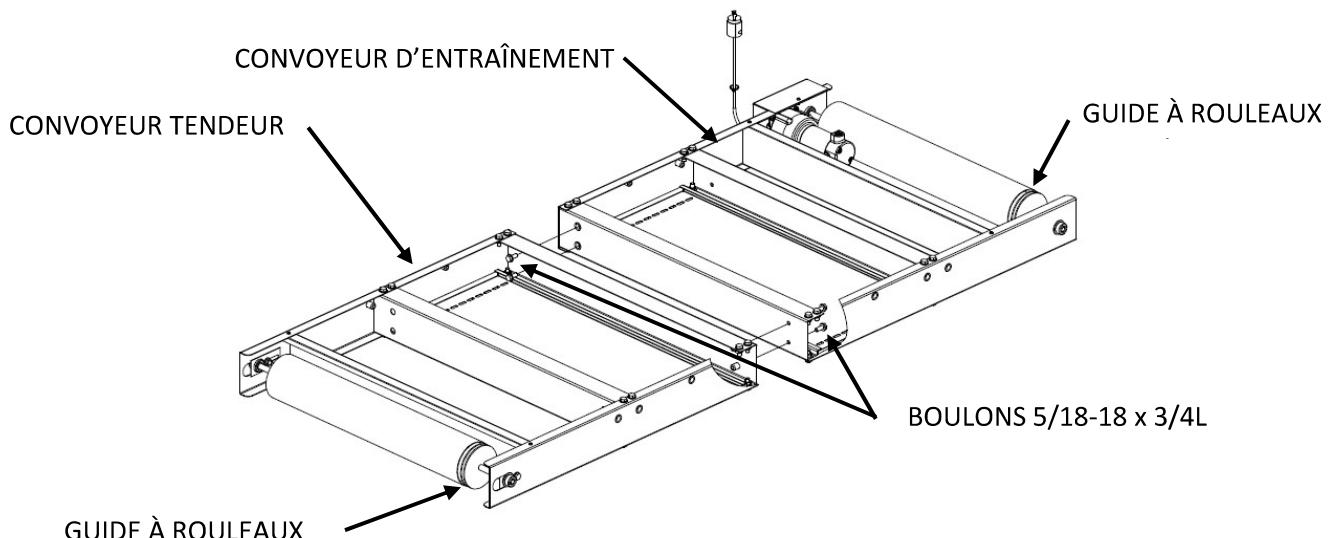

Figure 1
1. Placez l'**ENSEMBLE DU CONVOYEUR D'ENTRAÎNEMENT** sur le sol couvert (voir Figure 1).